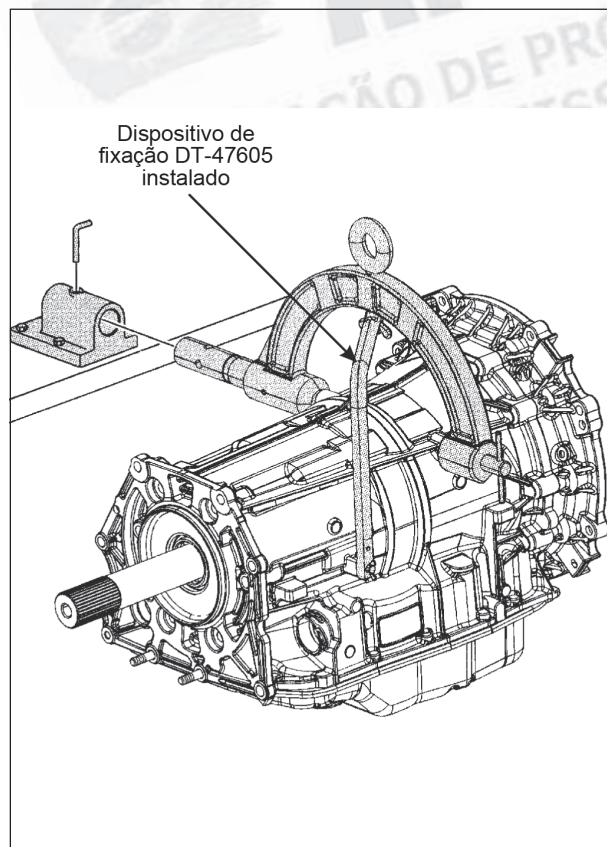

Figura 179
57. Remova a transmissão do dispositivo de fixação conforme mostra a figura 179.